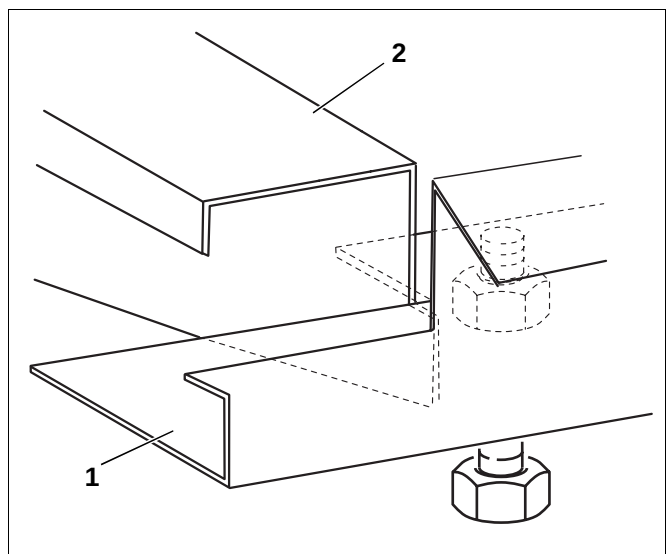

Fig. 38 Montering av den langsgående skinnen på tverrtraversen
- Sett det fremre innsnittet i den langsgående skinnen (fig. 38, **pos. 1**) inn i innsnittet i tverrtraversen (fig. 38, **pos. 2**).